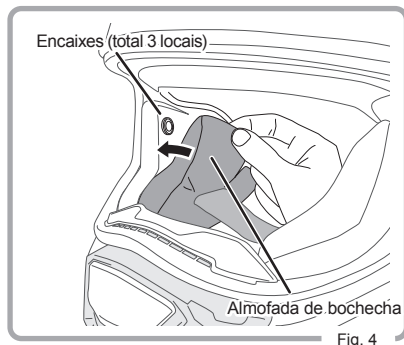

Fig. 4
5. Fechar os 3 encaixes. (Fig. 4)